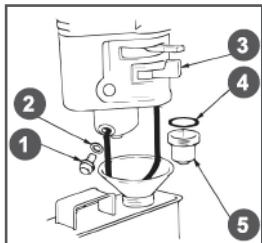

Рис. 22 Обслуживание фильтра-отстойника
1. Установите рычаг топливного крана 3 (Рис. 22) в положение «ЗАКРЫТО».
3. Открутите болт 1 сливного отверстия и слейте топливо из поплавковой камеры карбюратора (Рис. 22).
4. Открутите стакан отстойника 5, вылейте из него топливо в заранее подготовленную емкость (Рис. 22).